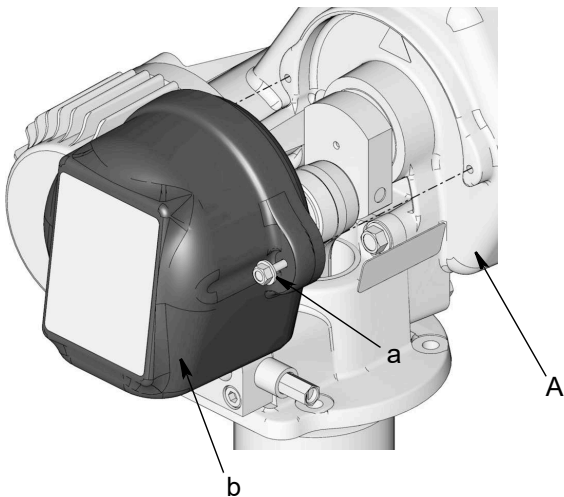

図 3
- Dyna-Star ポンプ (A) を主電源から取り外します。
- ボルト (a)を緩めてカバー (b) を Dyna-Starポンプ (A) (図 3) から取り外します。これらのパーツは取り付けに使用します。